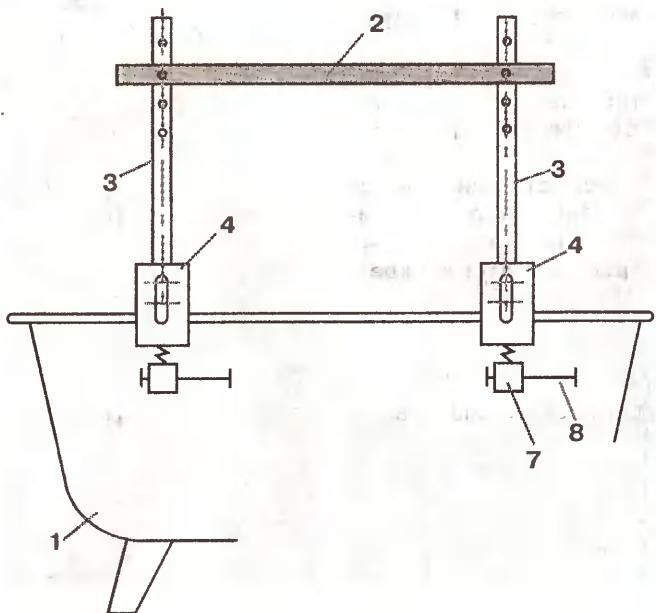

Рис. 2
**Способ №2.** Поручень состоит из деревянной перекладины 2 (рис. 2) сечением 20x40 мм (30x30 мм), прикрепленной винтами к